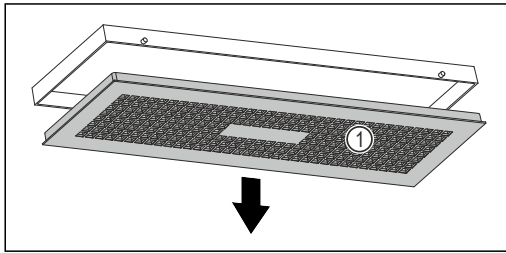

Fig. 161
- Ruotare lentamente la vaschetta dell'acqua verso il basso e tenere fermo il coperchio Fig. 161 (1).
- Rimuovere il coperchio Fig. 161 (1).